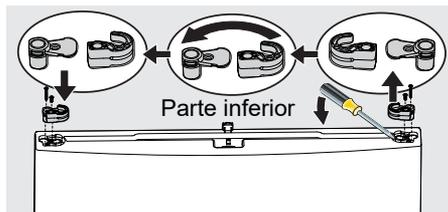

figura 3
- Dé la vuelta a la puerta para acceder a la parte inferior. Quite el tornillo del cojinete de la bisagra y el sistema de cierre de la puerta (consulte la figura 3).
- Con un destornillador de cabeza plana, haga palanca con cuidado y retire de la puerta el conjunto de sistema de cierre/cojinete (consulte la figura 3).
- Separe el sistema de cierre y el cojinete (consulte la figura 3).
- Dé la vuelta 180° al sistema de cierre y colóquelo de nuevo en el cojinete (consulte la figura 3).
- Instale el conjunto de sistema de cierre/cojinete en el lado contrario de la puerta y ponga los tornillos (consulte la figura 3).